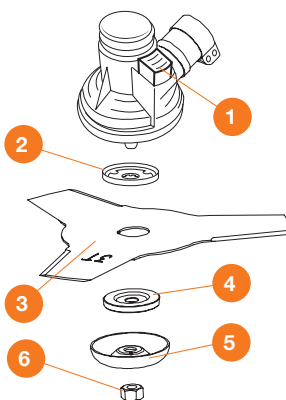

Рис. 9
Установите на шпindel редуктора верхний опорный фланец ②, нажмите на клавишу ① и заблокируйте вал шпинделя. Установите диск или нож ③ посадочным отверстием на выступ опорного фланца ② и прижмите фланцем ④, установите защитную фигурную шайбу ⑤ и закрепите гайкой ⑥ в направлении против часовой стрелки (Рис. 9).